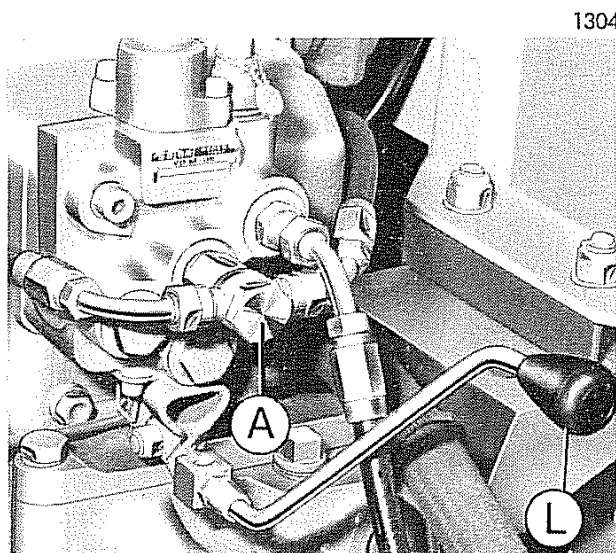

Fig. 7 - Collegamento impianto idraulico
- A macchina ferma, con i bracci del sollevatore della Trattrice completamente abbassati per permettere l'annullamento della pressione dello olio nell'impianto idraulico, togliere la vite forata **A** (fig. 7).
Agire poi sulla leva del distributore **L** (fig. 7) spostandola verso l'alto, in questo modo si alzeranno prima i bracci di sollevamento della trattrice poi il cassone del rimorchio il quale, una volta raggiunto l'inclinazione desiderata, può essere bloccato in tale posizione abbandonando la suddetta leva **L**.